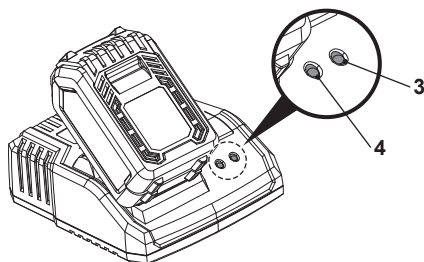

Fig. 4
Les indicateurs (3, 4) sur le chargeur (1) montrent le niveau de charge (Fig. 4).